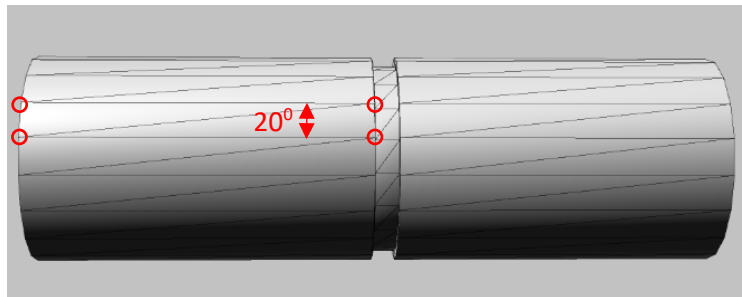

Рисунок 15.
- 5) Если после первой точки из цикла, то делаем два треугольника из 4-х точек, рисунок 15.